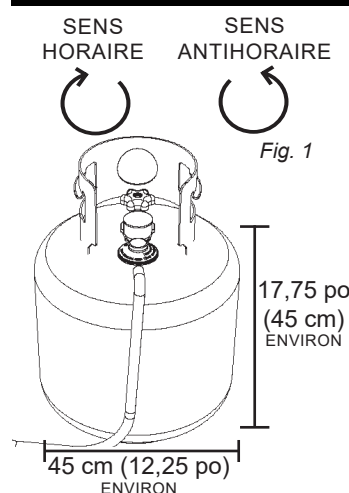

Fig. 1
- Insérez le mamelon du régulateur bien au centre dans le robinet de la bouteille de gaz (fig. 1). Tournez l'écrou de raccord du régulateur dans le sens horaire jusqu'à ce qu'il s'arrête. **NE SERREZ PAS TROP.**